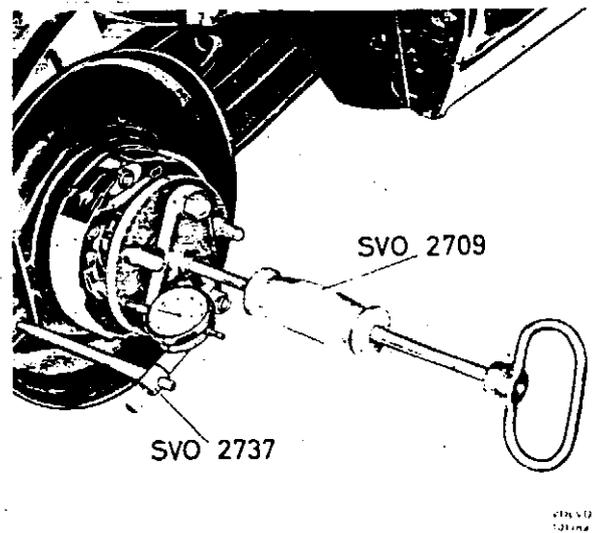
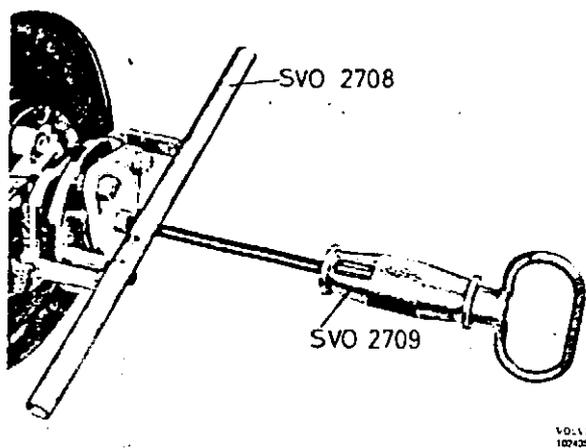

Abb. 27: Kontrollmessung, Axialspiel der Hinterachswellen
Abb. 28. Einstellung, Axialspiel der Hinterachswellen
- Meßuhr und Halter SVO 2737 kontrollieren (Abb. 27). Das Spiel soll 0,05–0,13 mm betragen. Vorher die Lageraußenringe mit Hilfe des Schlaggriffs am Werkzeug SVO 2709 gegen ihre Sitze ausdehnen; ggf. das Lagerspiel berichtigen. Hierzu den Schlüssel SVO 2708 verwenden (Abb. 28). Die Stellmutter mit einem geeigneten Falzblech absichern.